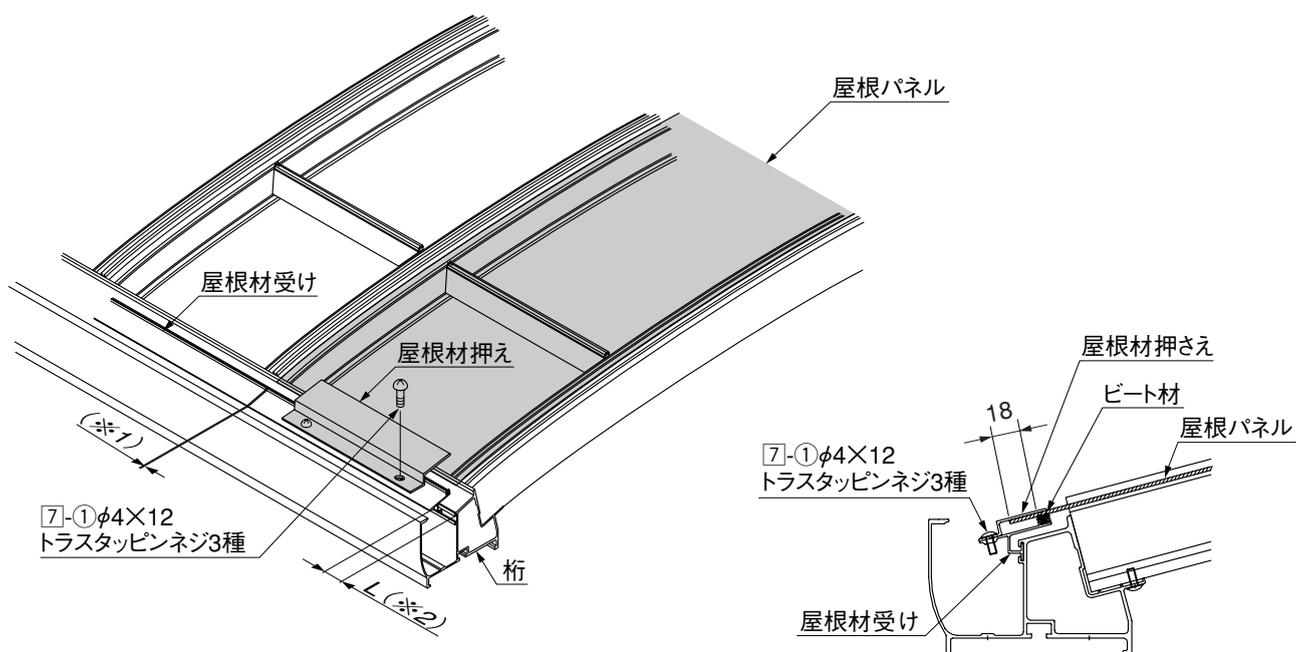

図21-1 屋根パネル納まり図
- ① 桁に取付いている屋根材受けの隣同士のすき間(※1)をなくしてください。
- ② 桁端部から屋根材受けまでの距離L(※2)を両側で均等にしてください。
- ③ 屋根パネルを乗せて、屋根材受けのビート材から約18mmずつ出る位置に置いてください。(図21-1参照)
- ④ 屋根材押えを屋根材受けに7-1で取付けてください。